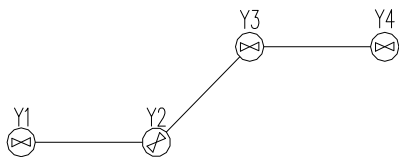

图 8-87 打开素材
**01** 按 Ctrl+O 组合键,打开配套光盘提供的“第 8 章/8.5.5 多管管径.dwg”素材文件,结果如图 8-87 所示。